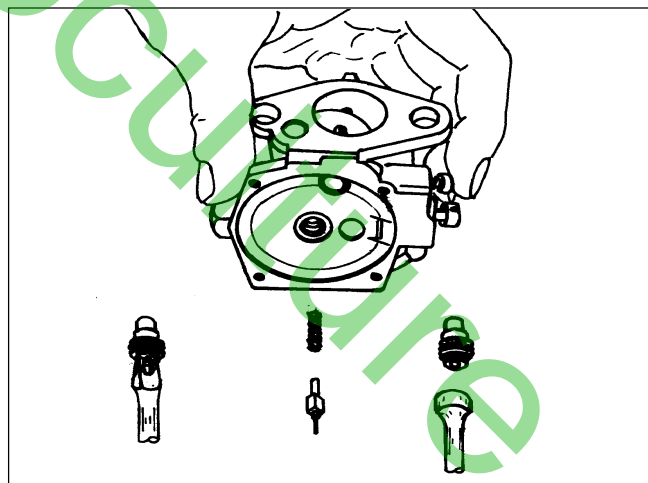

Fig. 6
- Déposer le gicleur principal (N. 14-15-16-17) et le gicleur du ralenti (N. 10-11-12-13), contrôler leur état et remplacer les gicleurs usés ou endommagés ou gommés. Sur les carburateurs actuels, on monte maintenant un gicleur principal fixe (8). Ce gicleur est monté sans joint d'étanchéité, etc., tandis que le gicleur du ralenti est réglable et comprend un pointeau (10), un ressort (11), un joint torique (12) et une rondelle (13).
- Déposer les 4 vis (26) du couvercle (25), le joint (23) et la membrane (24). Maintenant effectuer un contrôle visuel du joint et de la membrane. Cette dernière doit être en excellent état, elle ne doit pas être fissurée ni durcie.
- Déposer l'ensemble soupape (N. 18-19-20-21) à l'aide d'une clef à six pans 5/32 (ou avec un tournevis à entaille pour les soupapes ancien modèle) en prenant soin de sortir la rondelle, le ressort, etc. (voir Fig. 6).